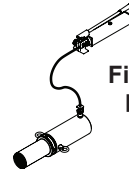

Figure 2 : Illustration pour purger l'air du système
- Placez la pompe à une position plus élevée que le tuyau et le vérin comme illustré à la figure 2.